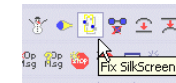

рис. 8-129
**Fix SilkScreen** (рис. 8-129) – позволяет убрать текст и нарисованные линии с контактных площадок.